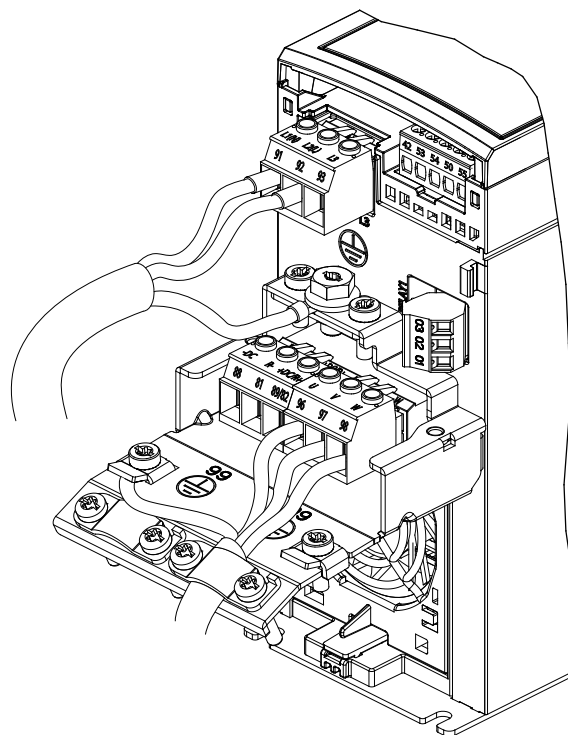
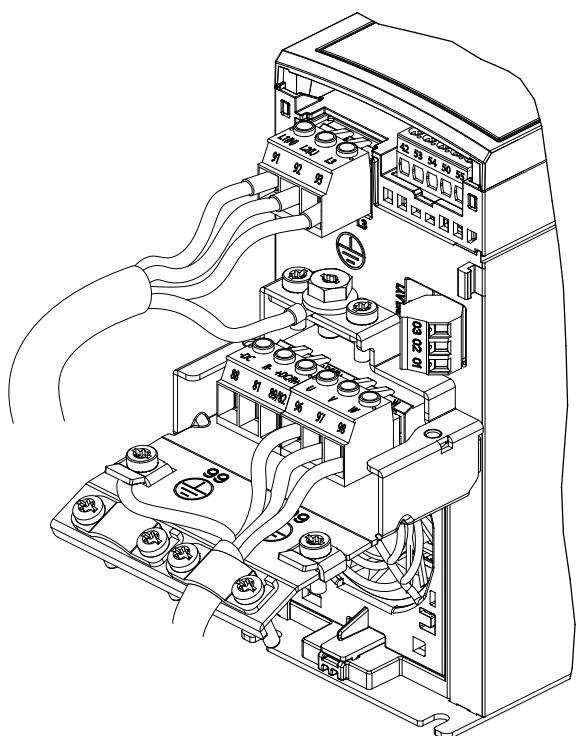

图 4.6 单相设备的主电源、电机和接地
图 4.7 3 相设备的主电源、电机和接地
单相和 3 相变频器的主电源、电机以及接地分别如 图 4.6 和 图 4.7 所示。实际配置可能随设备类型和选配设备的不同而存在差异。
1. 将交流输入电源电缆连接到单相设备的端子 N 和 L (请参阅图 4.6)，或连接到 3 相设备的端子 L1、L2 和 L3 (请参阅图 4.7)。